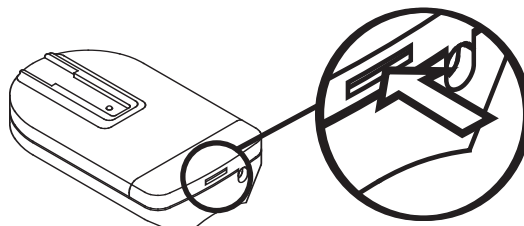

Fig. 2
- Suavemente empuje recto ADENTRO en la lengüeta como muestra la Fig. 2